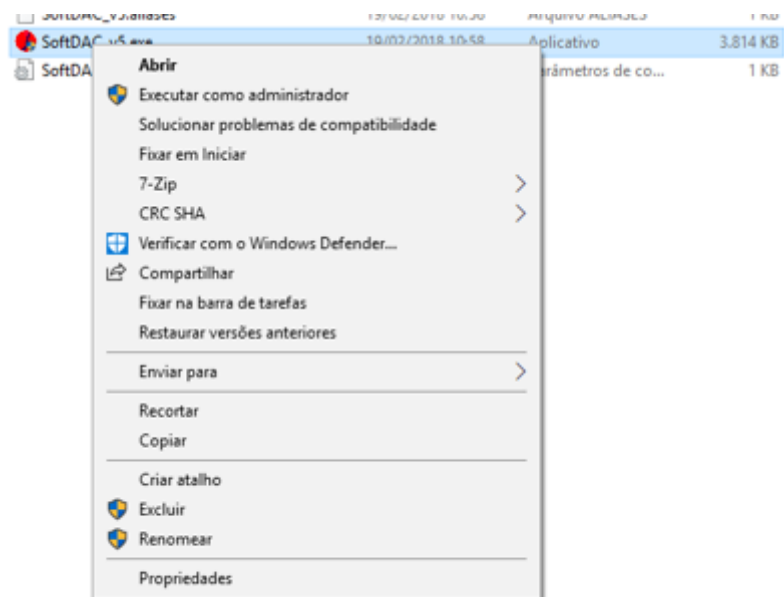

Figura 2: Entrando nas propriedades de SoftDAC_v5
- 1) Navegue até o local escolhido para a instalação do software. Clique com o botão da direita do mouse sobre o ícone "SoftDAC_v5". Veja figura 2.